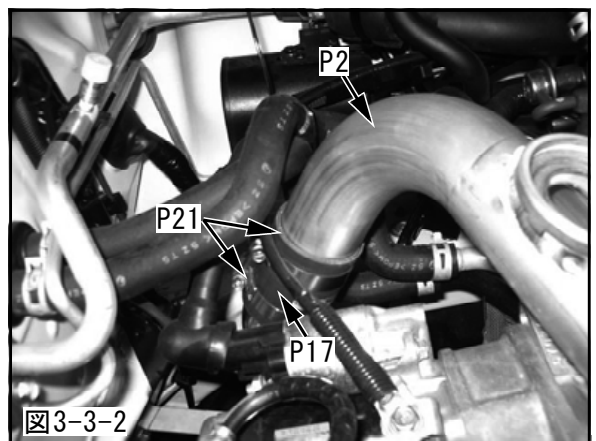
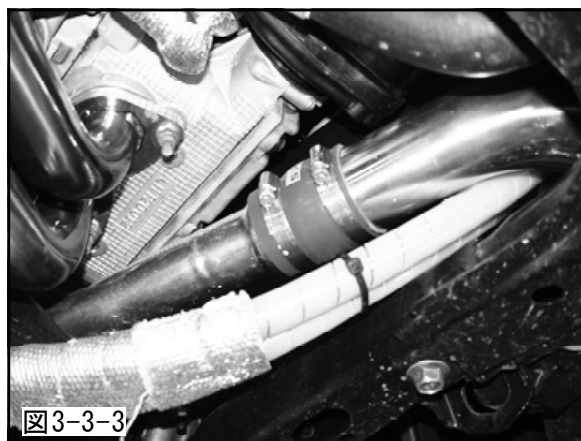
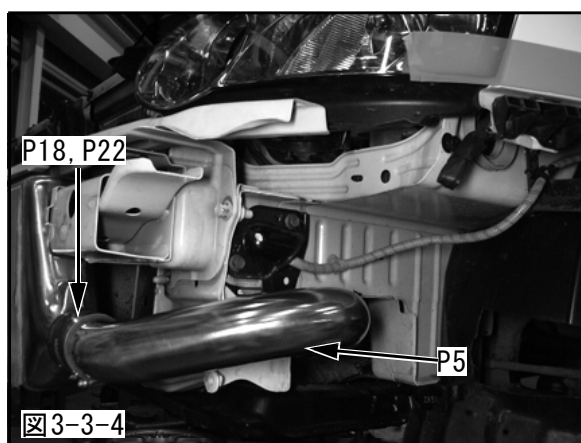

図3-3-2
図3-3-3
図3-3-4
- (3) インレットパイプNo.1, インレットパイプNo.2, インレットパイプNo.3をターボチャージャー-インタークーラコアAssy間に仮付けしてください。(図3-1, 図3-3-2, 図3-3-3, 図3-3-4)
(図3-3-2, 図3-3-3, 図3-3-4)